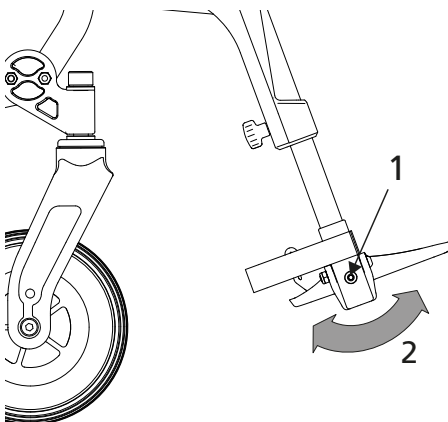

Abb.21
1. die Schraube (1, Abb.21 ) um einige Umdrehungen. Sie können nun den Winkel der Fußplatte justieren (2, Abb. 21).
2. Ziehen Sie anschließend die Schraube (1) wieder fest an.